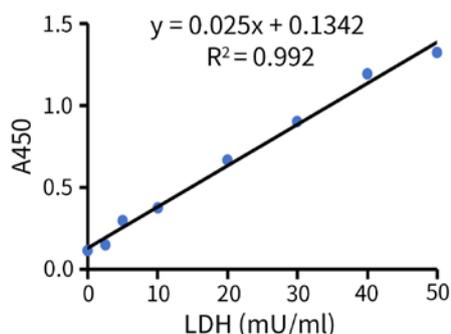

图2. 碧云天乳酸脱氢酶释放检测试剂盒(WST-8法) (C0019)对乳酸脱氢酶标准品的检测效果图。各浓度的LDH标准品加入LDH检测工作液后，37°C孵育30分钟，测定A450，在0.15-50mU/ml范围内有良好的线性关系。实际检测数据会因检测仪器、实验条件等的不同而存在差异，本图仅供参考。
- **本试剂盒检测灵敏度高, 线性范围宽。**在样品体积为100 $\mu$ l时, 可检测活力低至0.15mU/ml的乳酸脱氢酶, 在0.15-50mU/ml活力范围内有良好的线性关系。本试剂盒提供了乳酸脱氢酶标准溶液, 可以通过绘制标准曲线(图2), 计算出样品中的乳酸脱氢酶的活性。
- e. 建立LDH标准曲线，并计算样品中释放的乳酸脱氢酶活性。如果样品背景对照孔的信号比较高，样品的信号值应减去样品背景对照的信号值。LDH标准曲线可以参考图2，在0.15-50mU/ml范围内有良好的线性关系。Released LDH Activity的计算公式如下：